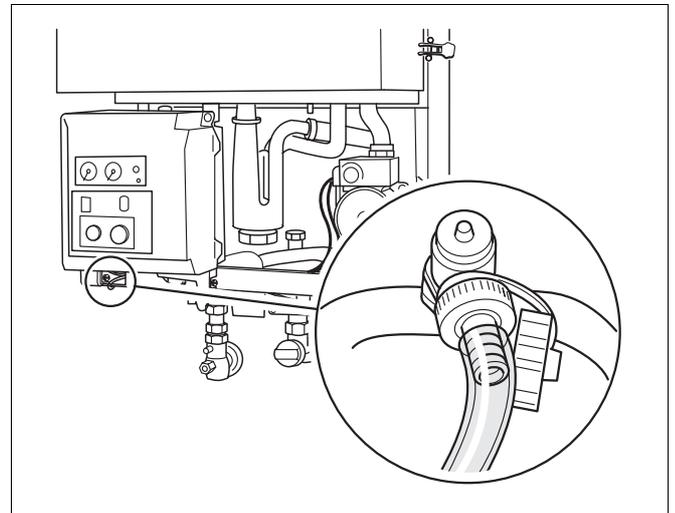

Abb. 11 Heizungsanlage füllen
- Mit Wasser gefüllten Schlauch auf den Füll- und Entleerhahn (Abb. 11) aufstecken und Hahn mit dem vorhandenen Vierkant (liegt der Verpackung bei) öffnen.